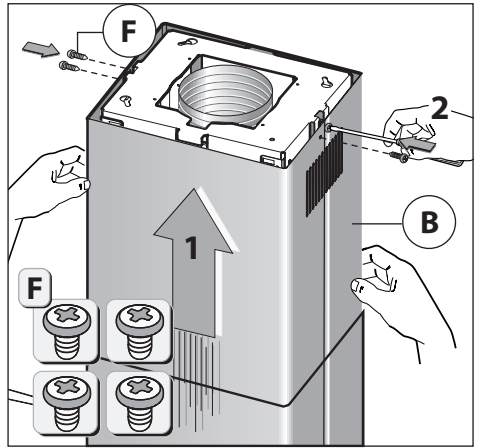

Fig.13
- Fastgør den øverste skorsten **B** til rammen ved hjælp af de 4 skruer **F** (fig.13).
ved hjælp af skruerne **P** (Fig.13). Sørg for til sidst at genbringe filtrene i emhætten igen.